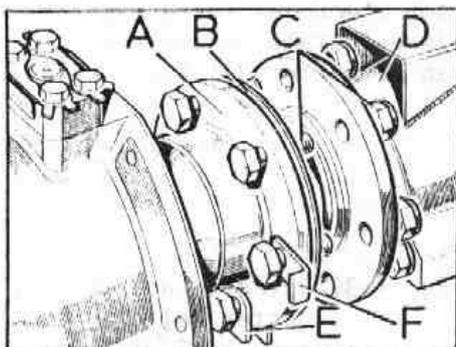

Fig. F-29 Posición relativa del cáster del pivote respecto al eje
- 1.3. Soltar los tornillos, C (Fig. F-29), de la fijación del cáster del pivote, A, al del eje, D, teniendo en cuenta la placa tope de la dirección
- 2.5. El conjunto del cárter del pivote, A (Fig. F-29) y el buje se acoplará al cárter del eje, D, asegurándose de que engranan correctamente las estrías del semieje con las del planetario del diferencial.